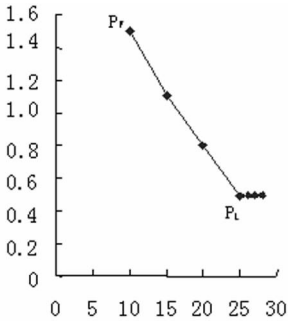

图 1 ALT 在 OLYMPUS2700 测定的反应曲线
2.1 Amin与 Amax 设置 对于连续监测法向下反应的实验项目,Amin值的设置很重要,设置过高,缩小了测定的线性范围,设置过低,测试点已进入非线性期,此时用全部数据计算,容易产生由于“底物耗尽”引起的高值样本的漏报,计算结果必然是错误的,设置合适,能够保证结果准确无误。下面以 ALT 为例进行实验,探讨限额参数的设置,ALT 检测原理是利用 NADH 转化为 NAD+,能量消耗引起在 340 nm/380 nm 下降,下降的速率与 ALT 的含量呈正比,对于这类反应,限额参数设置都适用。主要参数:主波长 340 nm,次波长 380 nm,样本量 10 μL,试剂 R I 150 μL,试剂 R II 150 μL,测量点从 13 点(PF)到 25 点(PL),设 Amin,实际上就是寻找测量时间内反应从线性到非线性转折点的 A 值,即在 PL 点时反应曲线刚好从线性转到非线性,这时 PL 点的 A 值就是 Amin,见图 1,经过反复实验,结果是 0.43,为了保证结果的准确性,可以将设定的值稍高于实际测定的值,设定为 0.5。